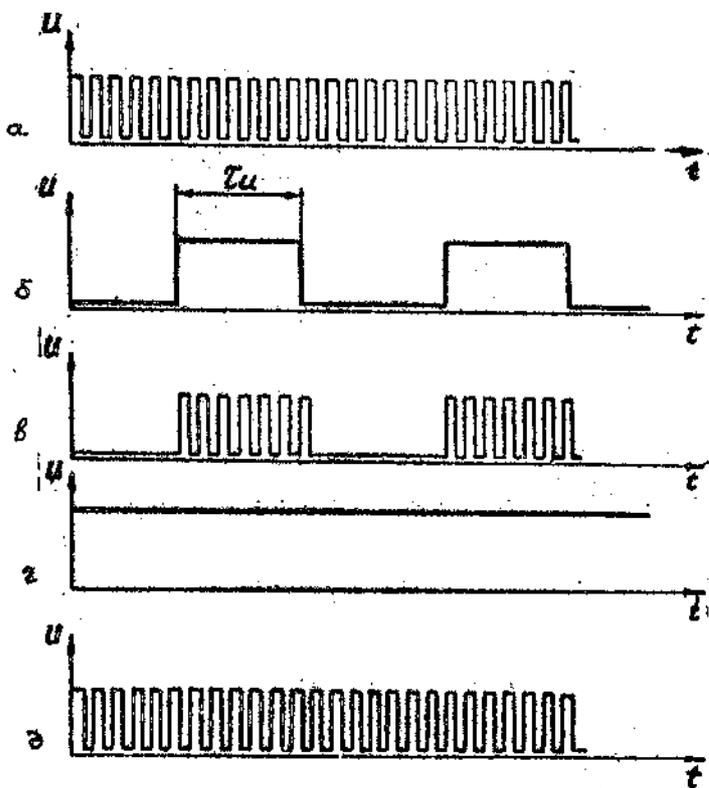
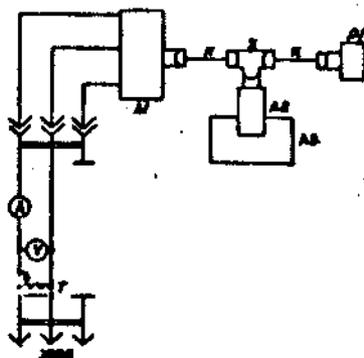

Рис. 4. Осциллограмма напряжений модулятора и влючевого каскада
Рис. 5. Структурная схема установки для проверки технического состояния аппарата:
На один из входов микросхемы Д 1 (вывод 12) поступает напряжение с выхода автогенератора (рис. 4а), на другой вход микросхемы Д 1 (вывод 13) с выхода импульсного генератора (рис. 5б). В момент совпадения напряжений на обоих входах элемента Д 1.4 на его выходе (вывод 11) имеется напряжение (рис. 4в), огибающая которого идентична огибающей модулирующего импульса. В непрерывном режиме на вывод 13 вместо импульсного подается постоянное
напряжение (рис. 4г), поэтому на выходе модулятора - коллекторе $V3$ напряжение ультразвуковой частоты (рис. 4д) по форме такое же, как и на входе.
Для этого в соответствии с рис. 5 подключите к электронному блоку любой излучатель, установленный в испытательную ванну или измеритель мощности, и нажмите соответствующую ему кнопку переключателя ИЗЛУЧАТЕЛИ. Переключатель РЕЖИМ РАБОТЫ установите в положение "Н", соответствующее непрерывному режиму генерации. Включите аппарат в сеть и установите на процедурных часах время 25-30 мин по методике п. 7.1.1. Проверьте соответствие напряжения на выходе электронного блока таблице 1 паспорта излучателя при всех положениях переключателя ИНТЕНСИВНОСТЬ, ВТ/СМ². Допустимые отклонения напряжения указаны в таблице 4.
8.3.2. Проверьте соответствие длительности импульса паспортным данным. Для этого в соответствии с рис. 5 подключите к электронному блоку любой излучатель из комплекта и нажмите соответствующую ему кнопку переключателя ИЗЛУЧАТЕЛИ, переключатель ИНТЕНСИВНОСТЬ, ВТ/СМ² установите в любое из пяти положений. Последовательно нажи-
8.3.3. Проверьте работоспособность аппарата при изменении напряжения сети на $\pm 10\%$ и проверьте значение интенсивностей излучения на ступенях 1,0; 0,7; 0,4; 0,2; 0,05 Вт/см² переключателя ИНТЕНСИВНОСТЬ, Вт/см² путем измерения напряжений электрических колебаний, подаваемых к излучателю, вольтметром электронным. Для этого в соответствии с рис. 5 подключите к электронному блоку излучатель и нажмите соответствующую ему кнопку переключателя ИЗЛУЧАТЕЛИ, Переключатель РЕЖИМ РАБОТЫ установите в положение "Н". Включите аппарат в сеть и установите на процедурных часах время 25-30 мин по методике п. 7.10. Измените напряжение сети с помощью автотрансформатора на $\pm 10\%$ относительно номинального и измерьте напряжение, подаваемое к излучателю. При этом отклонения измеренных напряжений не должны превышать значений, приведенных в табл. 4.
8.3.4. Проверьте частоту высокочастотных колебаний, генерируемых электронным блоком. Для этого в соответствии с рис. 5 подключите к электронному блоку частотомер. Частота должна быть $0,88 \text{ МГц} \pm 0,03\%$.